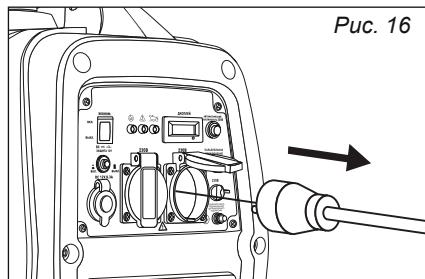

Рис. 16
1. Отключите все электроприборы (рис. 16).